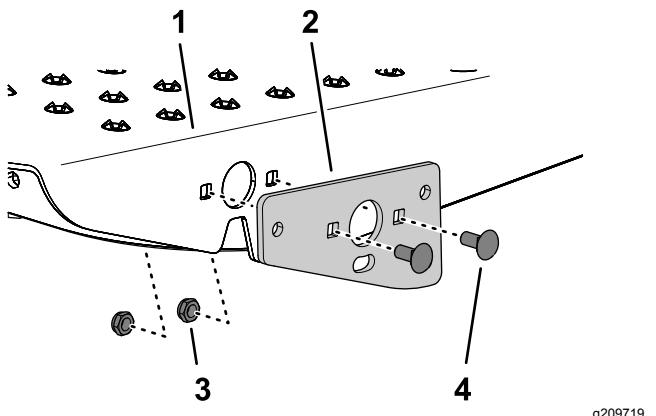

Figure 5
1. Fixez le support de pivot au repose-pied à l'aide de 2 boulons de carrosserie (5/16" x 3/4") et 2 contre-écrous (5/16"), comme montré à la Figure 5.